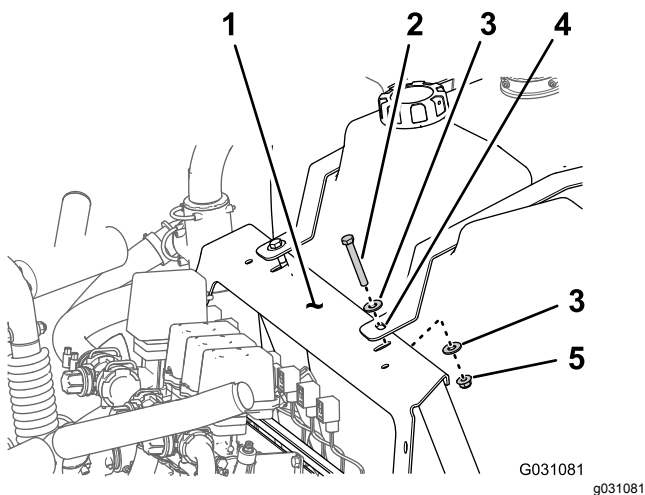

Figure 98
- A. Retirez les boulons (3/8" x 2 3/4"), contre-écrous à embase (3/8") et rondelles (3/8") qui fixent les sangles du réservoir de rinçage au support du collecteur (Figure 98).